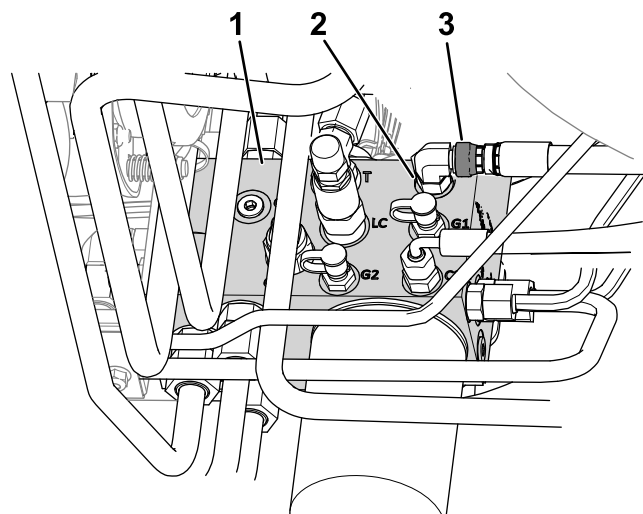

Figura 9
- B. Afloje la tuerca giratoria de la manguera conectada al orificio C1 del distribuidor hidráulico (Figura 9).